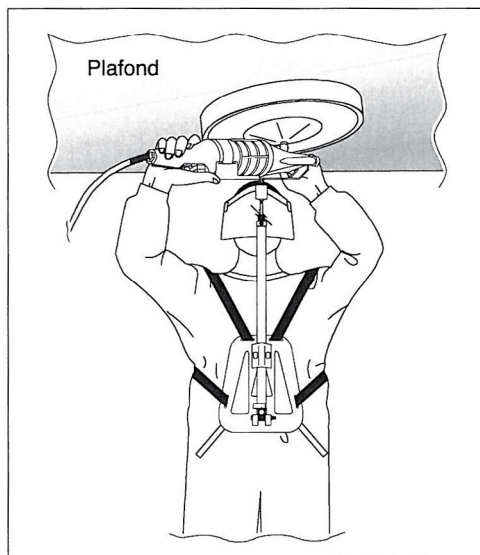

FIG.18 (Correcte position pour "usinage à plafond")
- 2) Usinage à plafond, avec élingues avec tige de support (**FIG.18**) (**v. par.13.2**).